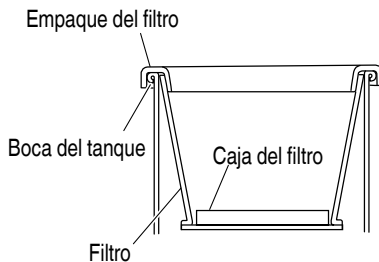

Fig. 15
- (3) Verifique que el empaque del filtro está en la boca del tanque. (Fig. 15)
- (4) Verifique que la caja del filtro está en la parte inferior del filtro. (Fig. 15)